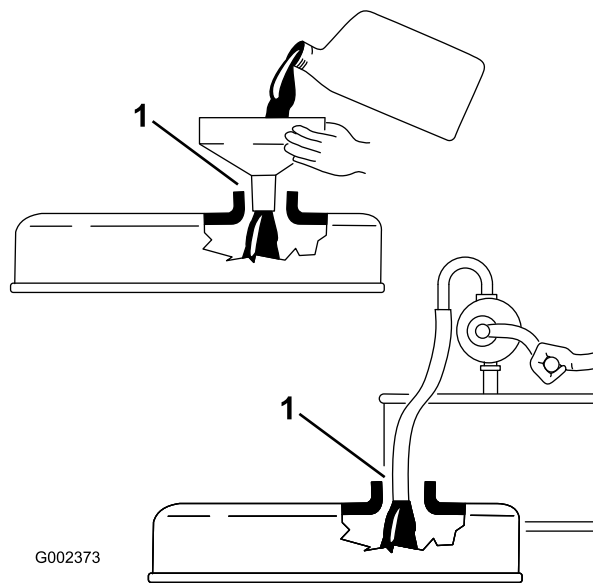

Рисунок 17
**Внимание:** При доливе или заливке моторного масла должен быть зазор между устройством заливки масла и отверстием для заливки, как показано на Рисунок 17. Этот зазор необходим для обеспечения выхода воздуха при заливке, что предотвращает перелив масла в сапун.